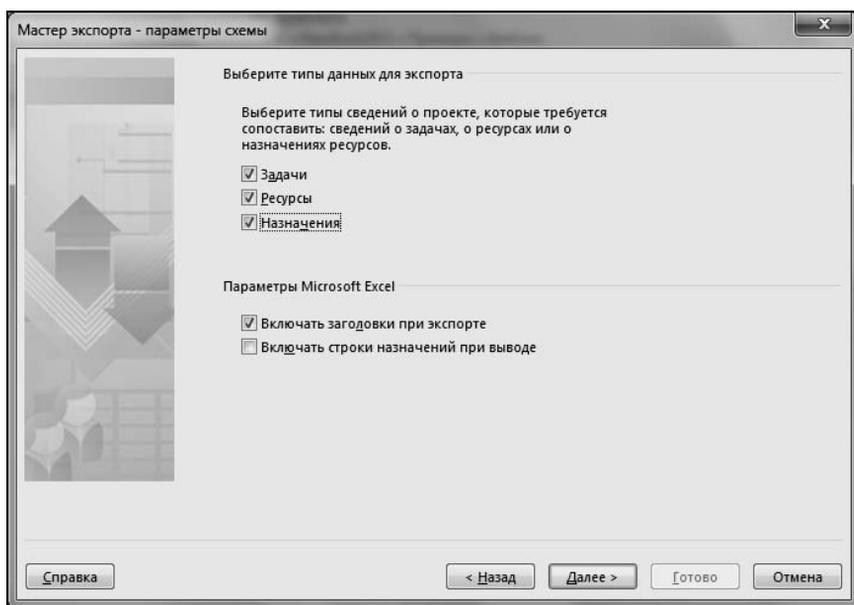

Рис. 10.2. Окно выбора типа данных для экспорта
6. На четвертом шаге экспорта формируется показанное на рис. 10.2 окно. В нем с помощью флажков **Задачи**, **Ресурсы** и **Назначения** определяют тип данных, включаемых в схему экспорта. Одновременно можно выбрать экспорт информации и о задачах, и о ресурсах, и о назначениях. Указать режим включения заголовков столбцов можно с помощью флажка **Включать заголовки при экспорте**. Для включения после каждой задачи строк с описанием ее назначений нужно установить флажок **Включать строки назначений при выводе**. Следует учитывать, что выбор последнего флажка приведет к тому, что экспортированный файл уже не сможет быть импортирован обратно в программу MS Project 2013. После выбора режима работы для перехода к следующему шагу работы мастера нажать кнопку **Далее**.